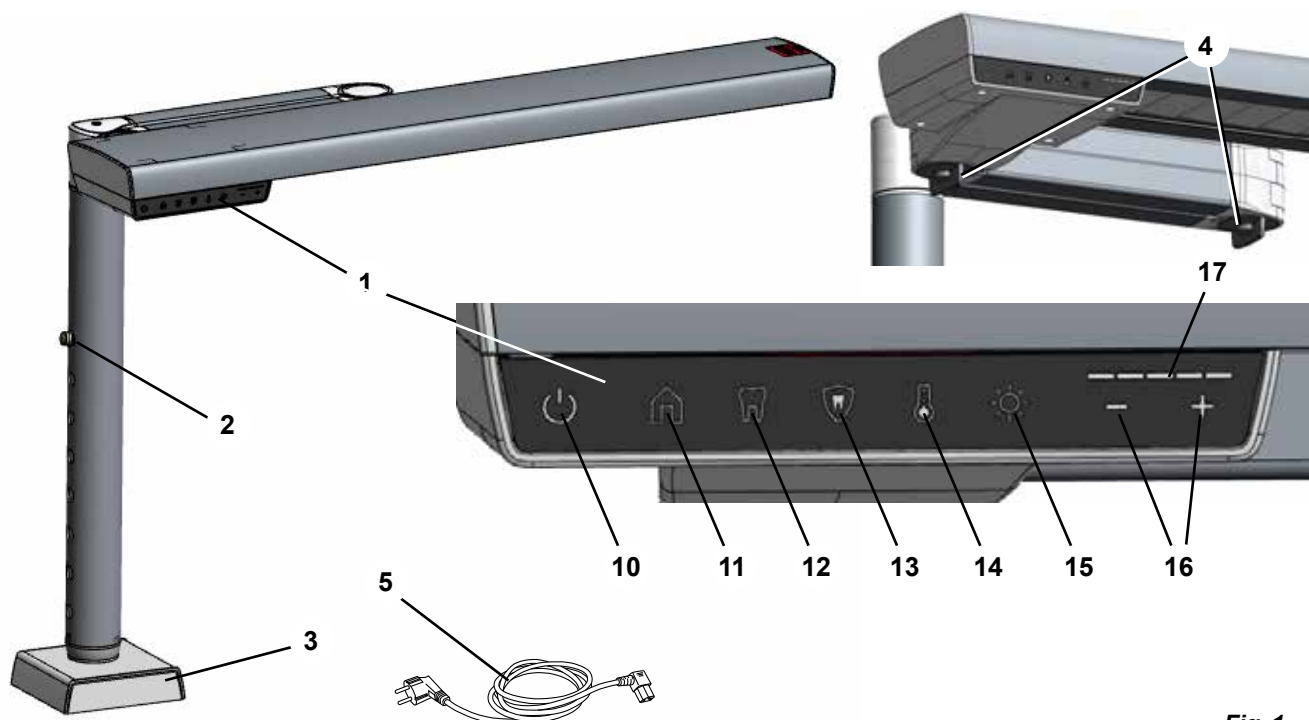

Fig. 1
⇒ Натисніть на фіксатор регулювання висоти (2, рис. 1) й витягніть внутрішню трубку на цоколі в максимальне положення.
i Щоб визначити відповідне місце закріплення, відпустіть фіксатор шарніра (4, рис. 1) та перевірте, чи можете ви перемістити робочу лампу в оптимальне положення, описане вище (розділ 4.2.1).
- ♦ Кнопка «Яскравість» (15, рис. 1) підсвічується.
- ♦ Поточне значення яскравості відображається на індикаторі інтенсивності (17, рис. 1).